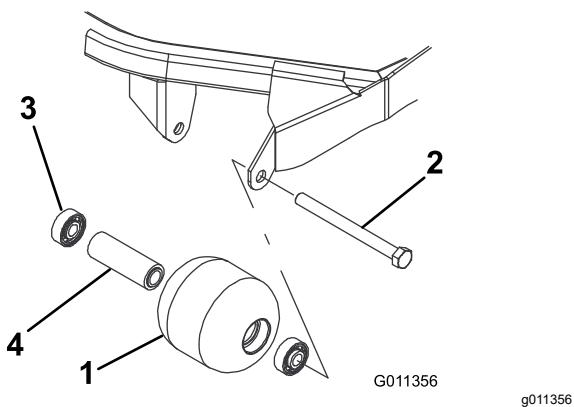

Figura 71
1. Retire el perno de montaje del rodillo (Figura 71).
4. Inspeccione el alojamiento del rodillo, los cojinetes, y el espaciador del cojinete (Figura 71) Sustituya cualquier componente dañado y móntelos.
1. Introduzca a presión el primer cojinete en el alojamiento del rodillo (Figura 71). Haga presión solamente sobre el anillo de rodadura exterior, o de forma igual sobre el anillo exterior y el interior.
2. Introduzca el espaciador (Figura 71).
3. Introduzca a presión el segundo cojinete en el alojamiento del rodillo (Figura 71). Presione de manera uniforme sobre el anillo de rodadura interior y el exterior hasta que el anillo de rodadura interior entre en contacto con el espaciador.